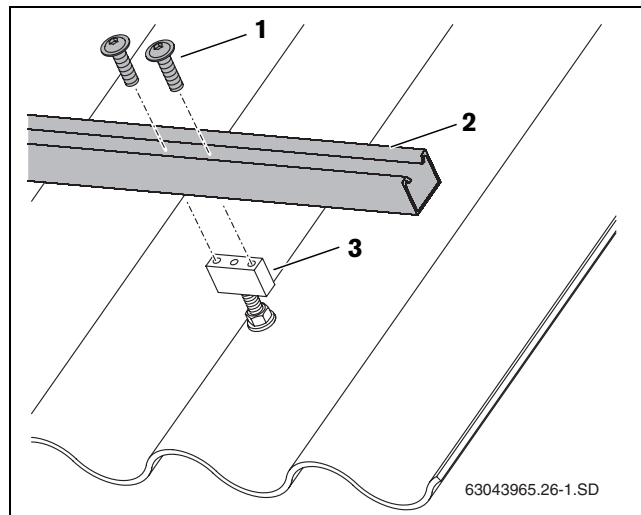

Fig. 24 Fissaggio della guida profilata al blocco di fissaggio
► Fissare ogni guida profilata (fig. 24, [2]) con due viti (fig. 24, [1]).